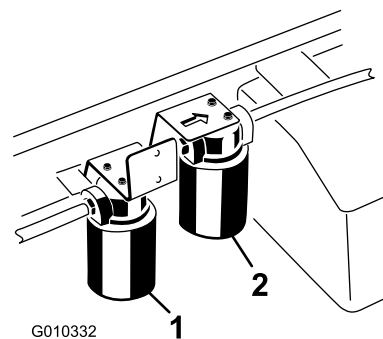

Figura 74
2. Limpe a área em torno da superfície de montagem do filtro. Coloque um recipiente de escoamento debaixo do filtro e retire o filtro (Figura 74).
1. Limpe a zona em torno da montagem do filtro de alto fluxo (Figura 74). Coloque um recipiente de escoamento debaixo do filtro e retire o filtro.